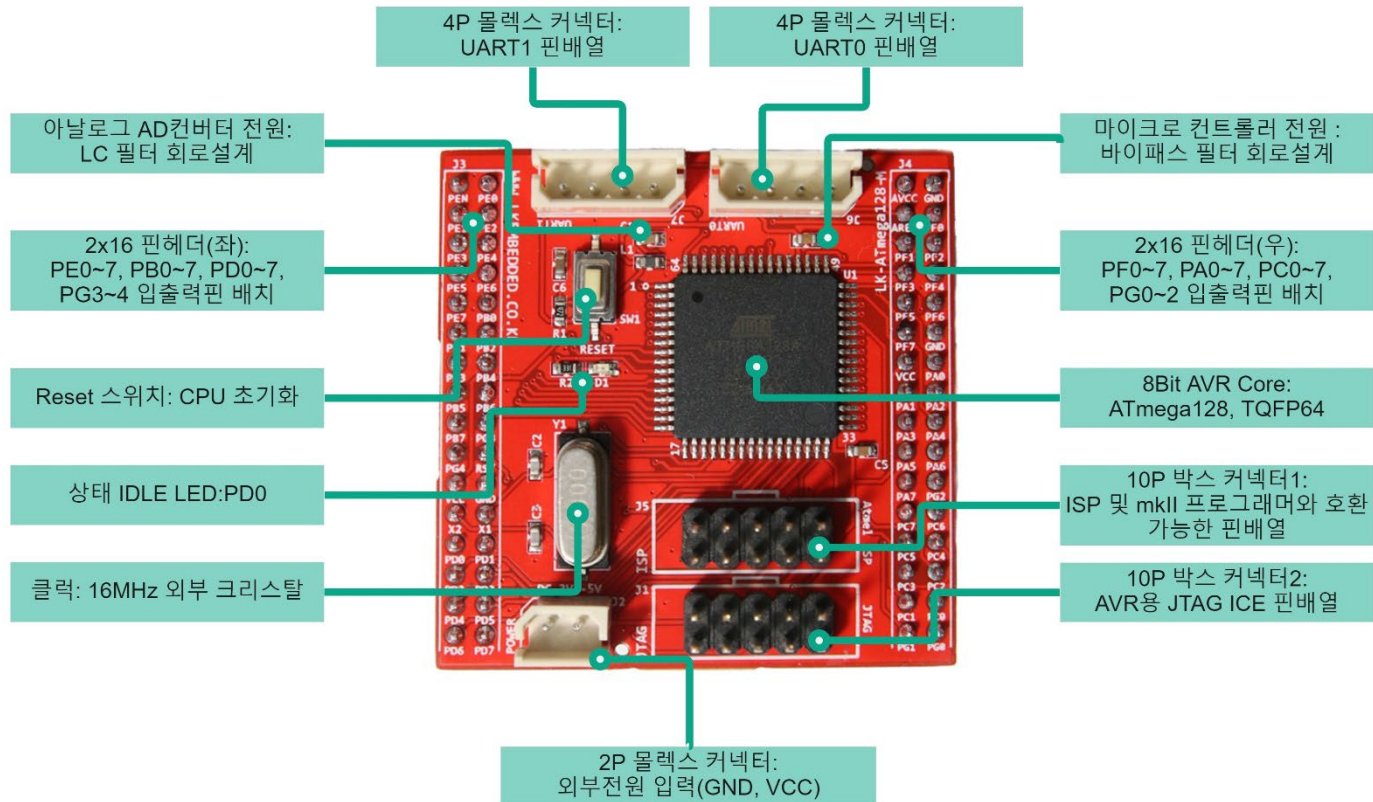

Figure 2. 개발 모듈 각부 명칭 블록
(1) AVR 코어
- <Figure 2>는 ATmega128 핀 다이어그램을 보여주고 있다.